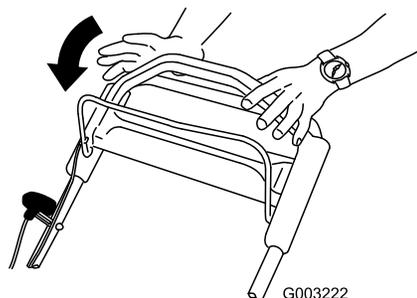

Figura 20
- Rilasciate la barra di comando della lama (Figura 20).